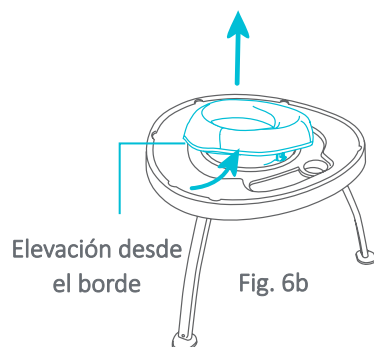

Fig. 6b
- Desde la parte superior de la mesa, utilice el borde del asiento para levantarlo de la mesa (Fig. 6b).